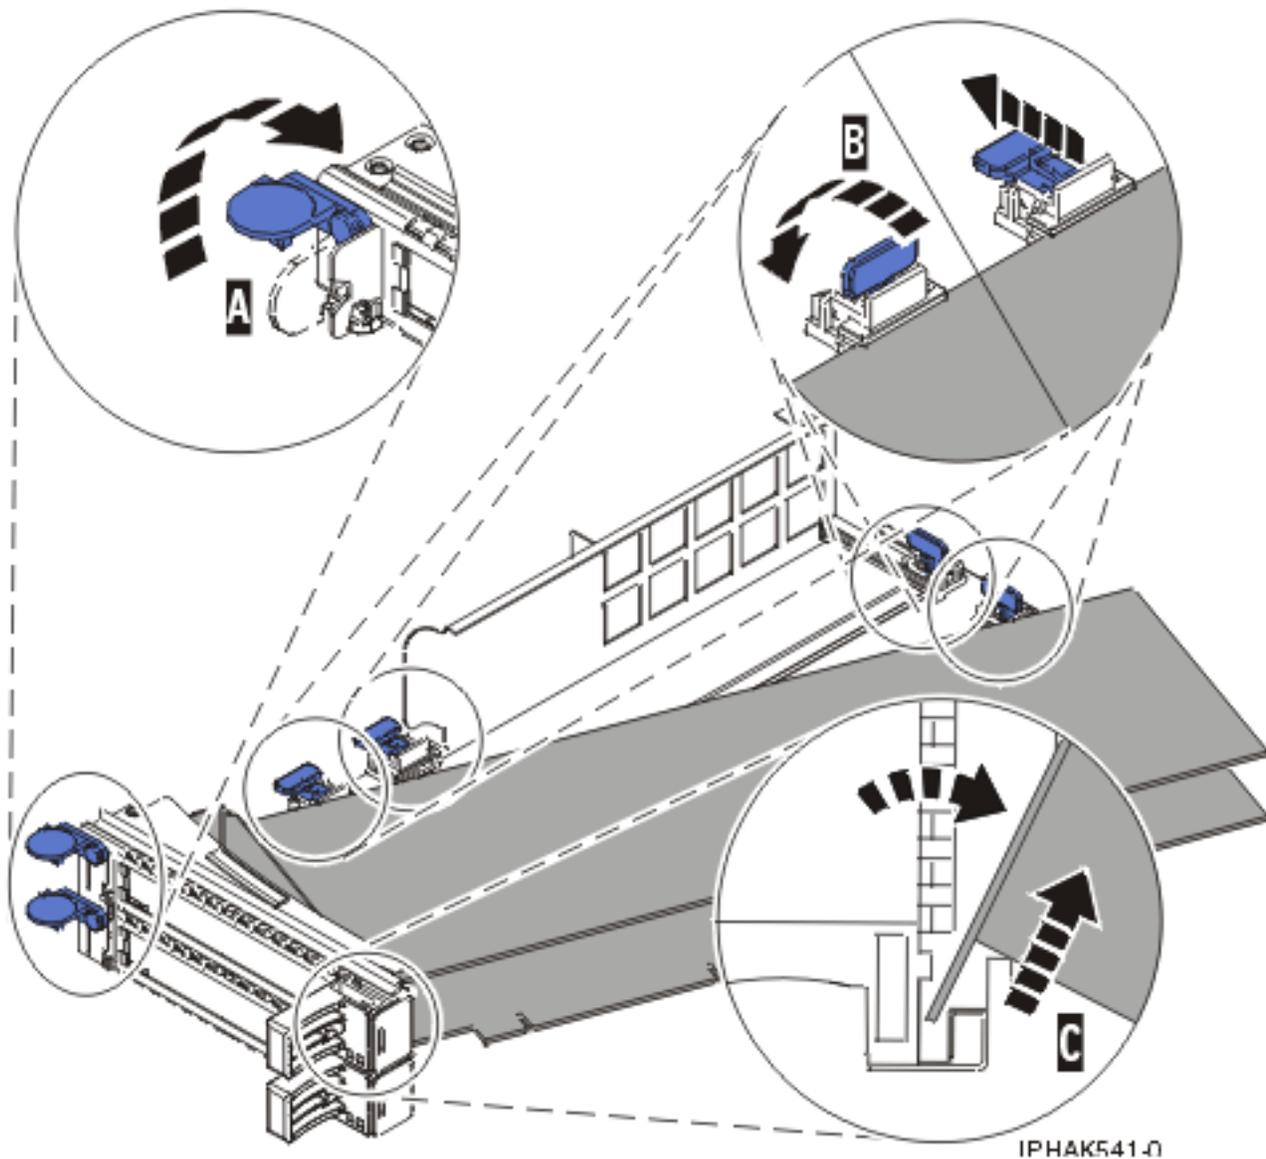

Figure 99. Retrait de la carte de la cassette de cartes PCI
- d. Dévissez le pivot (C) et placez-le en lieu sûr
- a. Déverrouillez les crochets de retenue de la carte en faisant tourner l'étrier de retenue (A) pour le mettre en position horizontale. Pour plus d'informations, voir figure 99, à la page 210.